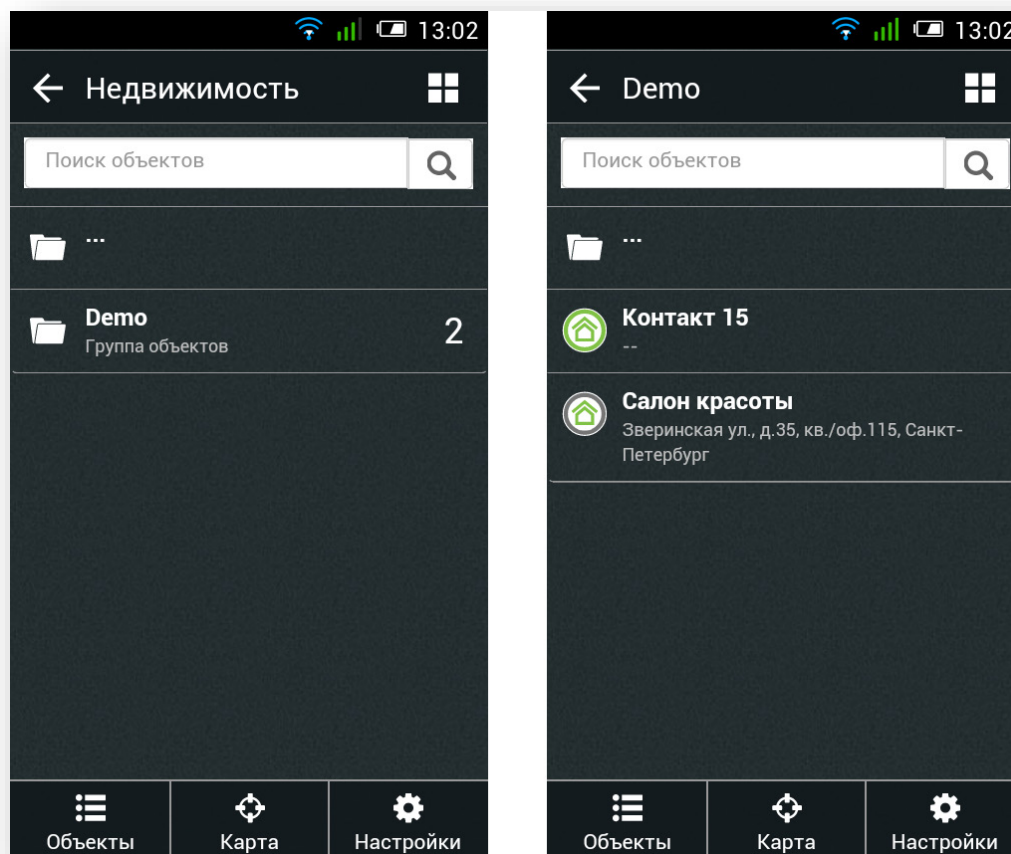

Рисунок 197. Выбор объекта
- После этого выберите тип объекта, а также группу, к которой принадлежит объект (см. рис. 197). Напротив названия группы будет отображаться цифра, обозначающая общее количество объектов в данной группе.